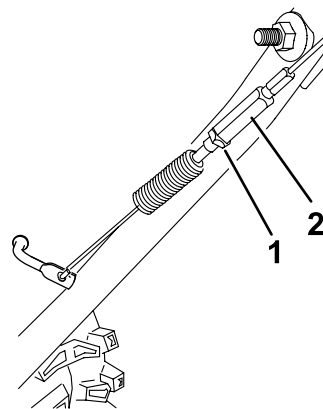

**Bild 36**
3. Kuppeln Sie den Räumwerk- bzw. Antriebsradhebel aus und stellen Sie sicher, dass der Abstand zwischen dem Schneckenkupplungsarm und dem Rahmen der Maschine 1,5 mm beträgt, wie in **Bild 36** dargestellt.